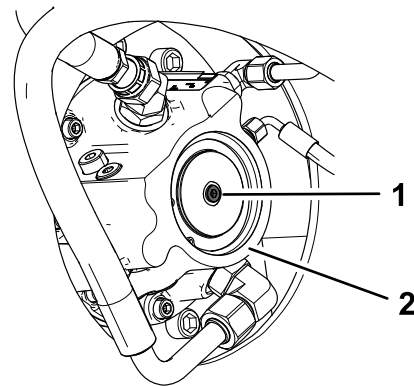

Figura 26
3. En cada motor de tracción, retire el tapón e instale un tornillo (M8-1.25 x 40 mm) y una arandela (M8 x 16 mm) en su lugar (Figura 26). Apriete las fijaciones a mano.